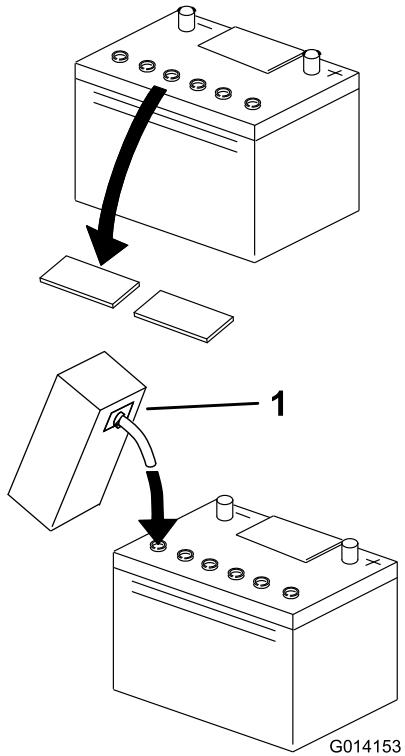

図 4
4. バッテリーの上部をきれいに拭い、キャップを取り外す(図 4)。
5. 各セルの適正レベルまで、バッテリー液を注意深く入れる(図 4)。
9. 必要に応じ、各セルの適正レベルまでバッテリー液を入れる（図 4）。